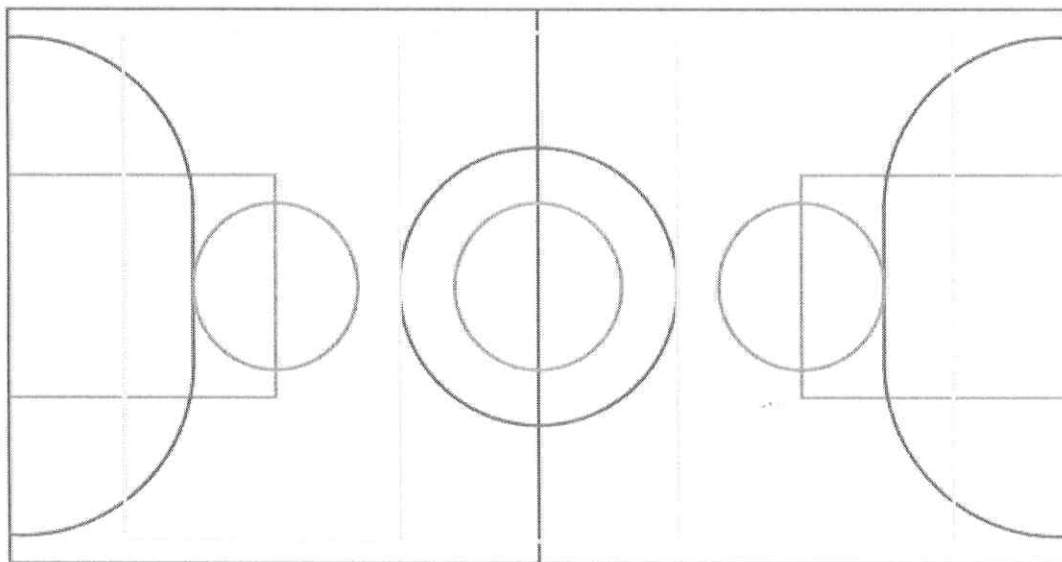

Figura 1
Deverá ser executada a pintura das demarcações, no mínimo em três (3) demãos. Para o basquetebol na cor alaranjada, para o voleibol na cor amarela e para o futsal na cor azul, conforme figura 1. Será utilizada tinta acrílica poliesportiva de alta qualidade, própria para pintura de pisos, visando durabilidade e acabamento. As medidas deverão ser feitas rigorosamente conforme as medidas oficiais, constantes no projeto.